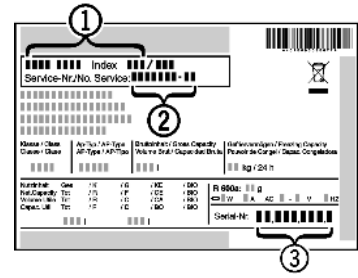

Fig. 12
- ▶ A készülék megnevezését Fig. 12 (1), a szerviz- Fig. 12 (2) és sorozatszámot Fig. 12 (3) a típustábláról olvassa le. A típustábla a készülék belsejében baloldalon található.
- ▶ Érttesítse a vevőszolgálatot a hibáról, és adja meg nekik a készülék megnevezését Fig. 12 (1), a szerviz- Fig. 12 (2) és a sorozatszámot Fig. 12 (3).